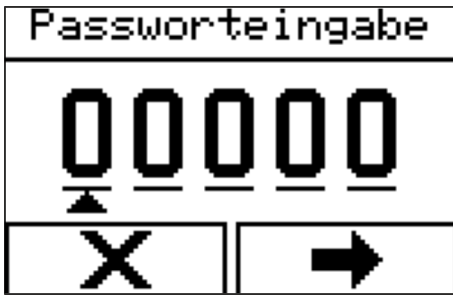

Abb. 68: Menü „Passwort“
⇒ Das Menü zur Passworteingabe (Abb. 68) wird angezeigt.
2. ➔ Basis-Passwort oder erweitertes Passwort (Abb. 68) einstellen.